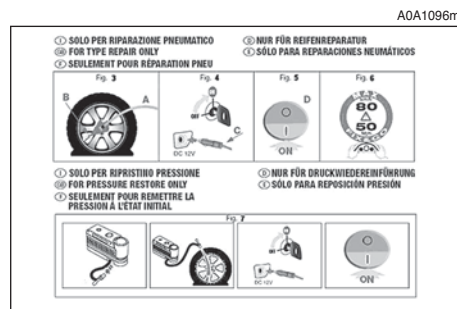

fig. 11
– un dépliant d'information **fig. 11**, utilisé pour un emploi correct du kit de réparation rapide et ensuite à donner au personnel qui devra manier le pneu ayant fait l'objet de l'utilisation du kit;